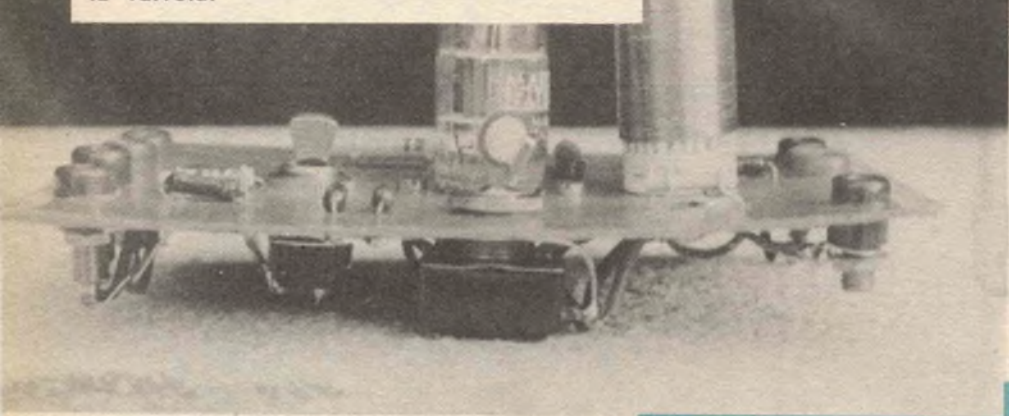
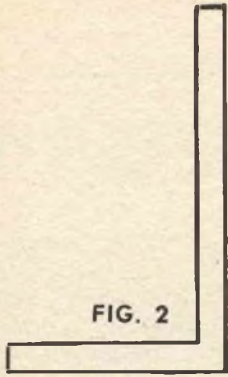
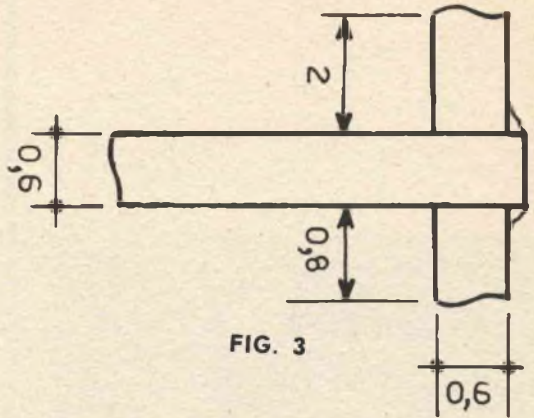

FIG. 1
FIG. 2
FIG. 3
nario magnetofono, ma con caratteristiche speciali. Esistono anche dei prototipi di riproduttori di immagini, destinati agli amatori (fig. 1). Per la riproduzione è sufficiente porre su questi apparecchi dei nastri magnetici opportunamente registrati e congiungere il dispositivo a un televisore ordinario. Immediatamente appaiono sullo schermo del televisore le immagini previamente registrate sul nastro magnetico in maniera interamente invisibile, senza aver fatto ricorso alcuno ad una emulsione fotosensibile e a nessun processo fotochimico.
La gabbia della fig. 1, tavola 1, è realizzata in compensato di 10 mm. di spessore, e con una griglia venduta in commercio già montata, quella di cui noi ci siamo serviti aveva come reali dimensioni mm. 208 x 385. Si comincerà anzitutto con lo stabilire i due lati laterali che hanno mm. 280 x 200; nei bordi inferiori e superiori verranno segati degli intagli a metà legno di 10 mm. di larghezza per ricevere il tetto e la base, a 5 mm. dal bordo posteriore, verrà scavato un incavo di 3 mm di larghezza e 5 mm. di profondità per ricevere il tetto e la base; a 5 mm. dal sato di 3 mm. Anche il bordo anteriore sarà provvisto di un incavo di 5 mm. di profondità nel quale verrà a scorrere la grata, la larghezza dell'incavo sarà pertanto in funzione dello spessore di questa. Una tacca superiore di 18 x 20 mm. verrà fatta per ricevere l'incastro solido della grata, un'altra scanalatura di mm. 10 x 10 riceverà la traversa anteriore (vedi fig. 2). In uno dei lati sarà praticata un'apertura di mm. 80 x 80, apertura che verrà chiusa da una porticina montata su piccole cerniere e mantenuta in posizione chiusa da un piedino girevole in otone, dal lato interno di tale apertura verranno
no fissate due barre metalliche, come mostra la figura 6, che serviranno a mantenere salda la mangiatoia. Le estremità di queste barre vengono introdotte in fori ad attrito duro. I due lati sono riuniti per mezzo della tavola di base di mm. 390 x 20 e del tetto di mm. 390 x 180. Questi due pezzi riceveranno nel loro bordo posteriore una scanalatura per il fondo in compensato di 3 mm. che avrà per dimensioni millimetri 390 x 270. L'unione si farà con incollatura rinforzata da qualche chiodino sottile. La traversa anteriore verrà fissata a delle tacche ed il tutto sarà accuratamente pomiciato, gli angoli saranno arrotondati. La grata verrà inserita nelle scanalature dopo essere stata munita di una barra superiore provvista di un incavo nella quale sarà tenuta salda da qualche vite sottile che passa sotto l'intelaiatura (fig. 3). L'apertura, lasciata libera al disotto per la vaschetta della sabbia che verrà realizzata in zinco sottile, sarà chiusa da una striscia di compensato di 10 millimetri, secondo il profilo della figura 4; due viti a testa rotonda sostituiranno la cerniera (vedi fig. 2), una terza vite posta al centro servirà da impugnatura (fig. 1). Quattro piedi di gomma (fig. 5) verranno fissati sotto la base. I bastoni da usare in questa gabbia sono del tipo a base (vedi fig. 2).
se del complesso, dopodiché al centro vi si praticerà un foro del diametro di circa 7 mm, profondo un centimetro. Sulla tavoletta poi si fisserà con chiodini qualche foglio di mica o amianto, reperibile presso qualsiasi magazzino di articoli elettrici. La resistenza da ferro da stiro è composta da una piastrina di mica su cui è avvolto il filo resistivo di nichel-cromo, compresa fra altre piastrine di mica, isolanti. Occorrerà quindi mettere a nudo il filo su una faccia qualsiasi della resistenza togliendone le piastrine relative. La resistenza andrà posta in tal modo, col filo nudo verso l'alto, sulla basetta di legno, a cavallo del foro, e fissata con chiodini, come in fig. 1. Si intaglierà poi una striscetta di lamierino d'ottone dallo spessore di 2/10-3/10 di mm, ad «L» di lunghezza adeguata, come in fig. 2, il cui compito sarà quello di portare corrente dalla rete al contatto strisciante, ancora come in fig. 1.
Il contatto strisciante si realizzerà usando due spezzoni di comuni tubetti portatende in lamierino di ottone. Essi verranno tagliati secondo le dimensioni di fig. 3 e saldati a stagno fra loro badando, nello spezzone strisciante, a mantenerne la parte giuntata verso l'alto per non rovinare il nichel-cromo strisciandovi sopra ripetutamente.
La parte inferiore del perno verticale andrà infilata nel foro della basetta. Al perno andrà pure saldata a stagno la laminetta ad «L», previamente piegata e fissata sempre come in fig. 1. Essa, piegata a molla garantirà la rotazione del perno ed al tempo stesso il suo collegamento con la rete di alimentazione.
2) Su di un lato di tale listello, tracciate una linea con l'inclinazione desiderata, partendo da una estremità perpendicolare alle superfici (fig. 3).